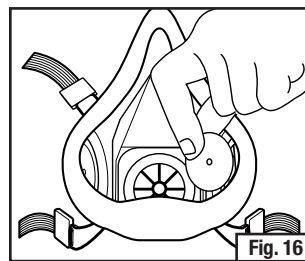

Fig. 16
1. Remova as válvulas de inalação da peça facial inteira ou semifacial e guarde-as de modo que permaneçam planas (Figs. 16 e 17).